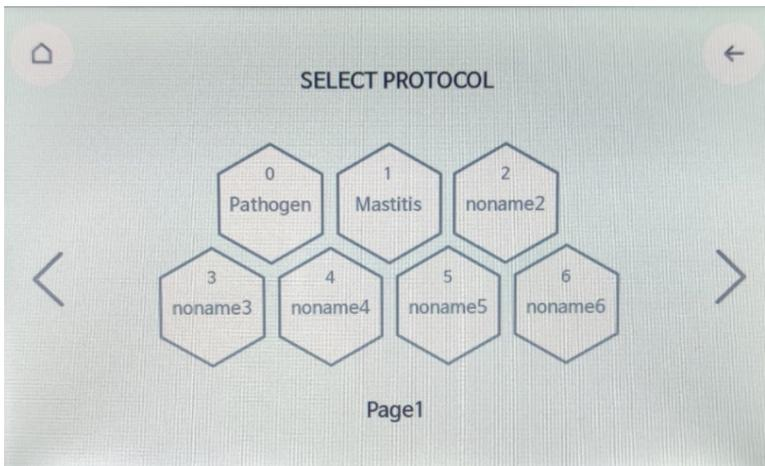

Figura 12. Menú Protocol Selection (Selección de protocolos) de la interfaz de la pantalla táctil de IndiMag 48s. Lista de protocolos programados en la máquina.
3. Pulse el botón correspondiente al protocolo que quiera elegir (para ver una referencia, consulte la Figura 12). Se abrirá el menú Heater Setting (Ajuste del calentador).